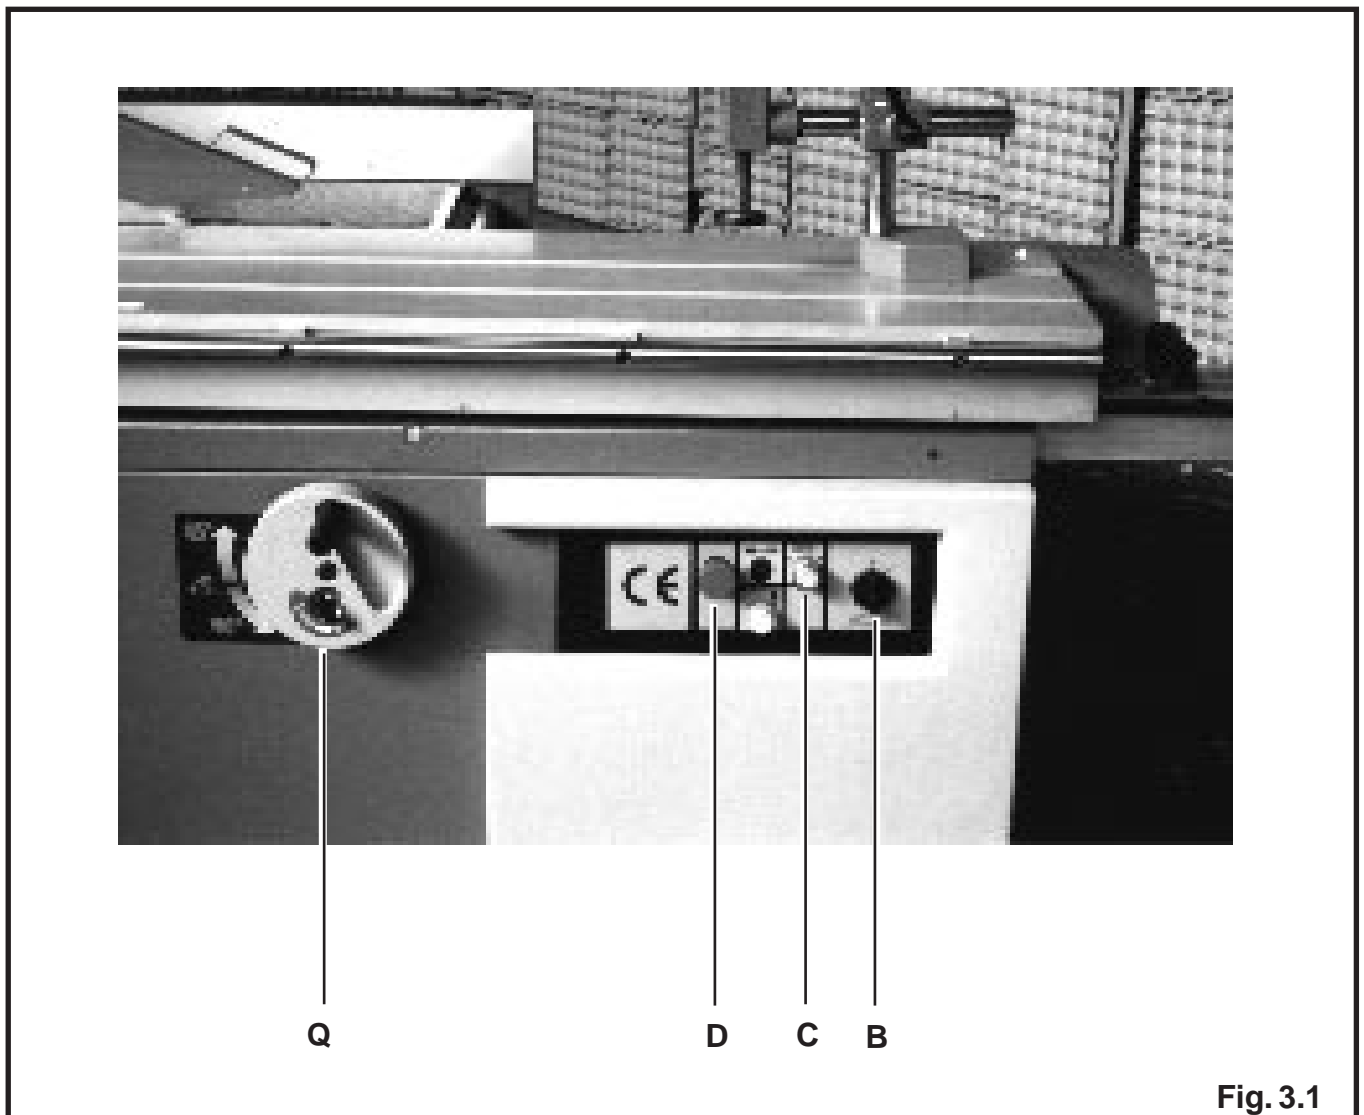

Fig. 3.1
- B - Commutatore per avviamento motore sega, con posizioni di "Stella/Triangolo", fig. 3.1.
- C - Commutatore d'avviamento diretto del motore incisore, fig. 3.1.
- D - Pulsante d'emergenza a fungo; per sbloccarlo, ruotarlo, fig. 3.1.
- B - "Delta/Star" change-over switch, saw motor start (fig. 3.1).
- C - Scorer motor direct start switch (fig. 3.1).
- D - Emergency push-button; turn to unlock it (fig. 3.1).
3.1 MANDOS ELECTRICOS FIG.3.1
- B - Conmutador para el arranque del motor de la sierra, con posición "Estrella/Triángulo", fig. 3.1.
- C - Conmutador de arranque directo del motor entallador, fig. 3.1.
- D - Pulsador de emergencia en forma de hongo, para desbloquearlo, debe girarse, fig 3.1.
- Q - Volantino per l'inclinazione della lama sega (situato sul lato frontale), con maniglia retrattile e pomello di bloccaggio, fig. 3.1.
- Q - Sawblade tilting handwheel (on the front) with retractable handle and locking knob (fig. 3.1).
- Q - Volante para la inclinación de la hoja de la sierra (situado en el lado frontal), con manilla retráctil y perilla de bloqueo, fig 3.1.